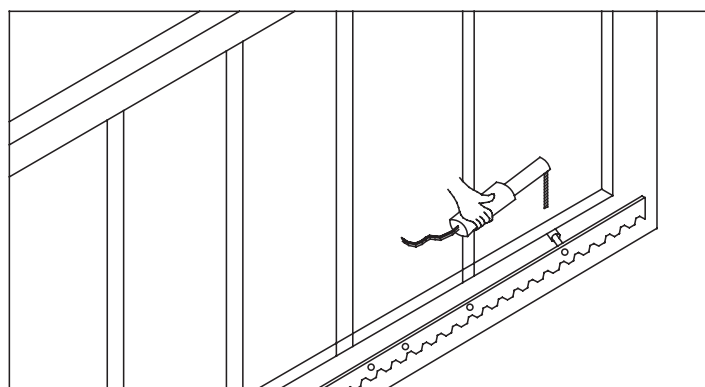

Abbildung 4
- Jedes Schienenelement hat zwei Löcher, in denen jeweils ein Schrauben-Set (10) befestigt wird (s. Abb. 4).